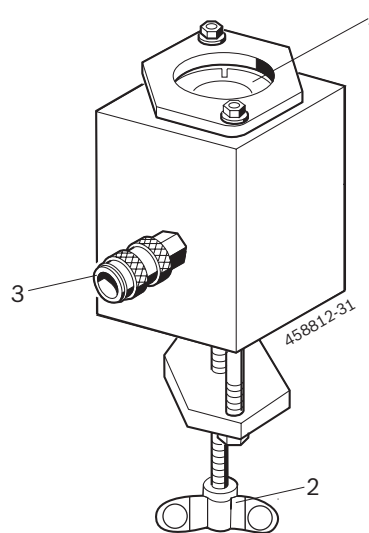

Fig. 6: Câmara de injeção
1. Soltar o anel tensor (fig. 6, pos. 1) rodando o parafuso tensor (fig. 6, pos. 2) para a esquerda.
3. Fixar a câmara de injeção rodando o parafuso tensor (fig. 6, pos. 2) para a direita.